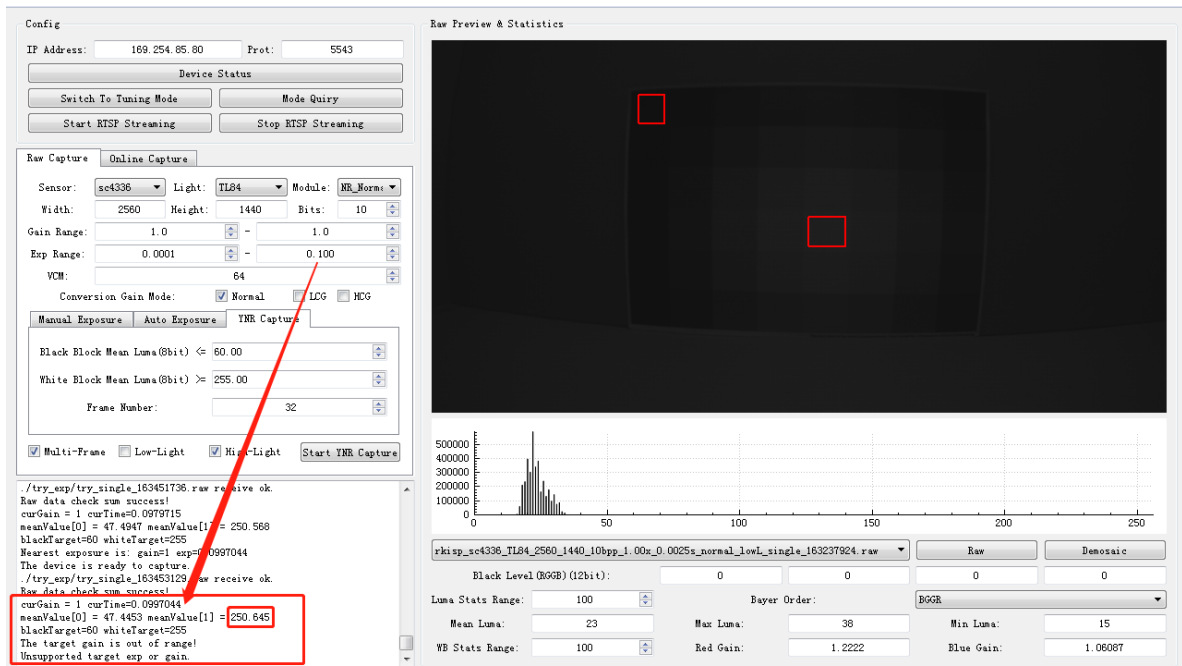

图4-6-7
b) 当曝光打满，最亮块的亮度仍然到不了255时，如图4-6-7所示，需要手动将灯箱亮度调亮，再点击Start YNR Capture重新拍摄，满足条件后得到带Multiple和Single后缀的Raw图各一张，如图4-6-8所示；